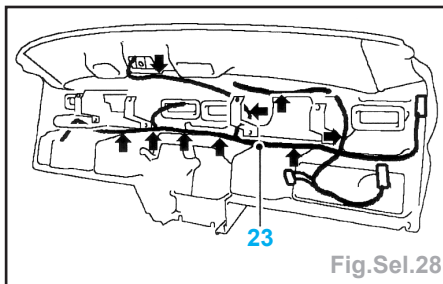

Fig.Sel.28
- Dégager les 9 attaches (flèches) du faisceau (Fig.Sel.28).